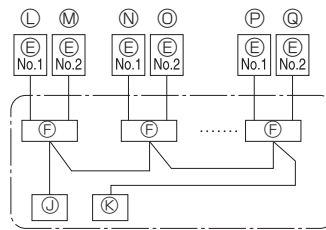

Fig. 6-2
6.1. Εξωτερική μονάδα (Fig. 6-1, Fig. 6-2)